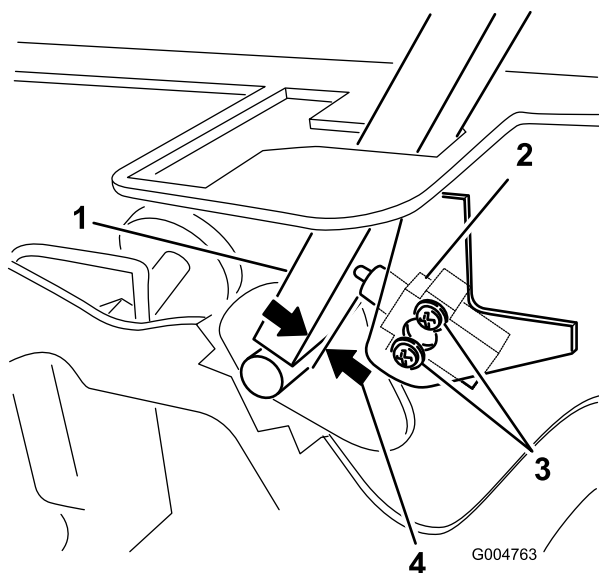

Figura 81
3. Allentate le due viti che fissano il microinterruttore di sicurezza (Figura 81).
4. Tenete la leva di controllo contro il telaio, spostate il microinterruttore verso la leva finché la distanza tra la leva ed il corpo del microinterruttore non è compresa tra 0,4 e 1 mm, come illustrato nella Figura 81.